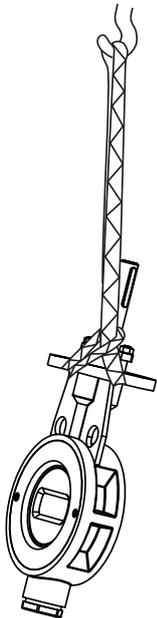

Fig. 5.1.1
- 1. Bloße Wellenventile und Ventile mit Getriebe oder Handhebel, alle Größen:** Zum Anheben unter dem Montageflansch des Ventilantriebs siehe (→ Fig. 5.1.1)